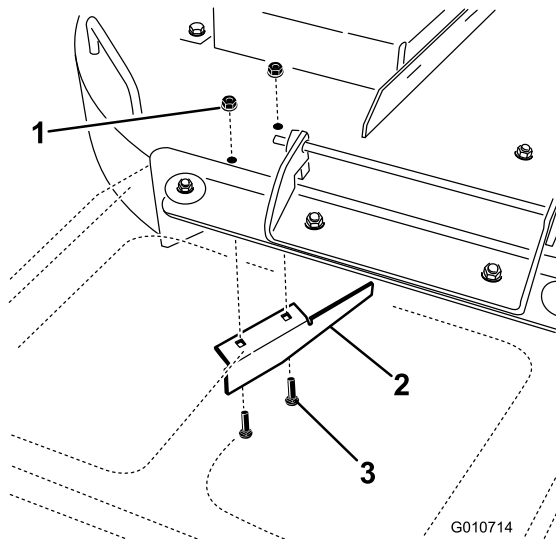

Figura 7
5. Localice el tabique en el orificio de descarga lateral de la plataforma de 54 pulgadas (Figura 7).